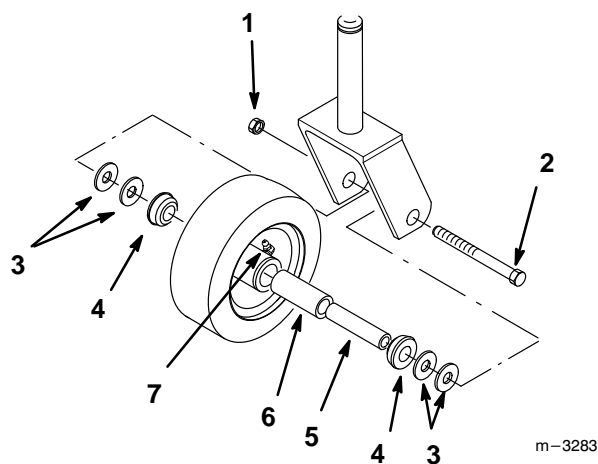

Abbildung 35
1. Sicherungsmutter und Schraube entfernen, mit denen das Laufrad an der Laufradgabel befestigt ist (Abb. 35).
2. Unterlegscheibe und Muffe entfernen. Dann Spannbuchse und Rollenlager aus der Radnabe ziehen (Abb. 35).
3. Die andere Muffe von der Radnabe entfernen und die Radnabe von Fett und Schmutz reinigen (Abb. 35).
4. Rollenlager, Muffen, Spannbuchse und Innenseite der Radnabe auf Verschleiß untersuchen. Beschädigte oder abgenutzte Teile austauschen (Abb. 35).
5. Zum Zusammenbau eine (1) Muffe in die Radnabe setzen. Rollenlager und Spannbuchse schmieren und in die Radnabe schieben. Die zweite Muffe in die Radnabe setzen (Abb. 35).
6. Das Laufrad in der Laufradgabel anbringen und mit Schraube und Sicherungsmutter befestigen. Die Mutter anziehen, bis die Spannbuchse an den Innenseiten der Laufradgabel anliegt (Abb. 35).